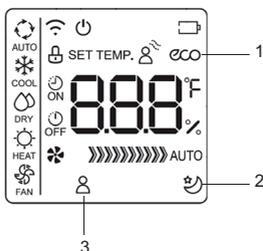

fig. 6 -
- Praca w trybie "ECO"** (część 1 "fig. 6 -") (na wyświetlaczu urządzenia wewnętrznego pojawia się komunikat "E--O" z pojawiającymi się po sobie literami, po których następuje wskazanie ustawionej temperatury). Funkcję "oszczędzania energii" można aktywować tylko w trybie chłodzenia, naciskając przycisk "ECO". Jeśli temperatura zadana jest niższa niż 24°C, włączenie trybu "ECO" automatycznie zmienia temperaturę zadaną na 24°C, a prędkość obrotową wentylatora na "Auto", aby oszczędzać energię. Jeśli wartość zadana temperatury jest wyższa niż 24°C, przy włączonym trybie "ECO", wartość zadana temperatury nie jest zmieniana, a prędkość obrotowa wentylatora jest ustawiona na "Auto". Aby wyjść z trybu pracy "ECO", należy nacisnąć przycisk "ECO", wybrać inny tryb pracy lub obniżyć wartość zadaną temperaturę do wartości niższej niż 24°C.
- Praca w trybie SLEEP (Sen)** (poz. 2 "fig. 6 -"). Przytrzymaj przycisk „ECO” przez 2 sekundy, aby włączyć tryb „SLEEP” w tryb pracy nocnej, o czym informuje pojawienie się odpowiedniego symbolu na wyświetlaczu. Temperatura nastawy wzrasta (działanie w trybie chłodzenia „COOL”) lub obniża się (działanie w trybie ogrzewania „HEAT”) zgodnie z wcześniej ustawionymi skokami co 1°C o maksymalnie 2 °C. Funkcja SLEEP kończy się automatycznie po 8 godzinach, a urządzenie kontynuuje pracę z ostatnią wartością zadaną. Funkcja ta nie jest dostępna w trybach pracy "FAN" (wentylacja) i "DRY" (osuszanie).
- Praca w trybie „FOLLOW ME” (Idź za mną)** (poz. 3 "fig. 6 -"). Można ustawić w trybie działania HEAT - AUTO - COOL. Pilot przesyła automatycznie co 3 minuty sygnał odczytanej przez siebie lokalnej temperatury do klimatyzatora. Temperatura taka jest uwzględniana podczas sterowania urządzeniem. Pilot musi mieć możliwość wymiany sygnału z urządzeniem. Jeśli klimatyzator nie otrzymuje sygnału z pilota przez 7 minut, przestanie uwzględniać taką wartość i powróci do uwzględniania wartości odczytanej przez sondę w urządzeniu.